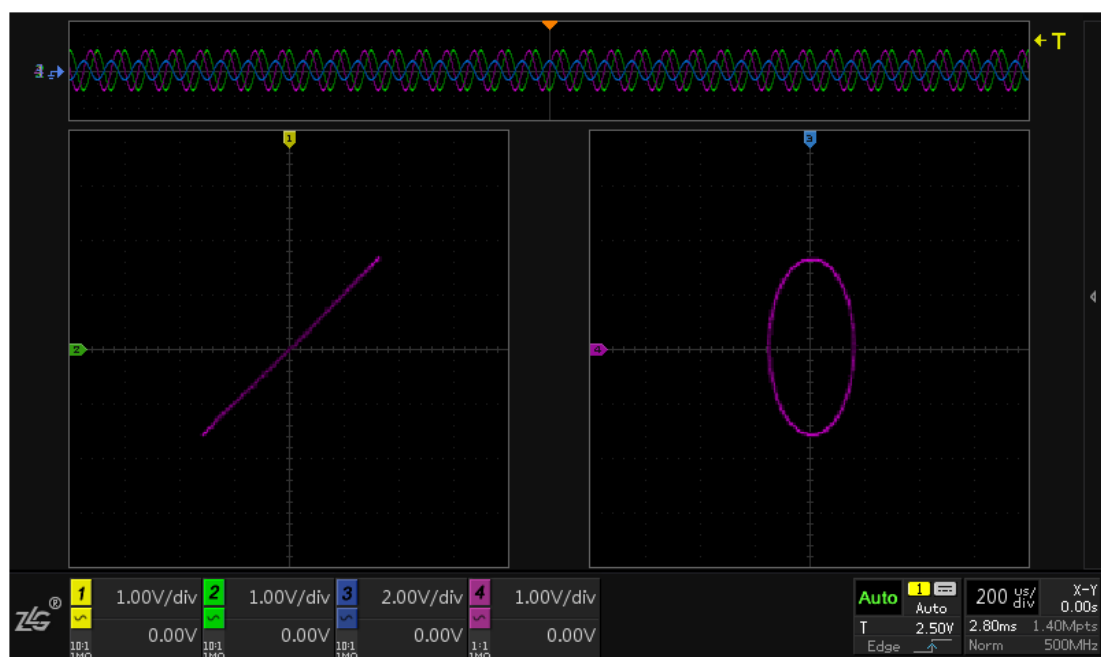

图 9.11 椭圆
- 当 Φ 处于 0 与 π 之间时，则 X 与 Y 的关系可表示为 $X^2/a^2 + Y^2/b^2 = c^2$ (其中 a、b、c 为常数)，此时对应波形是椭圆，示例如图 9.11 所示；